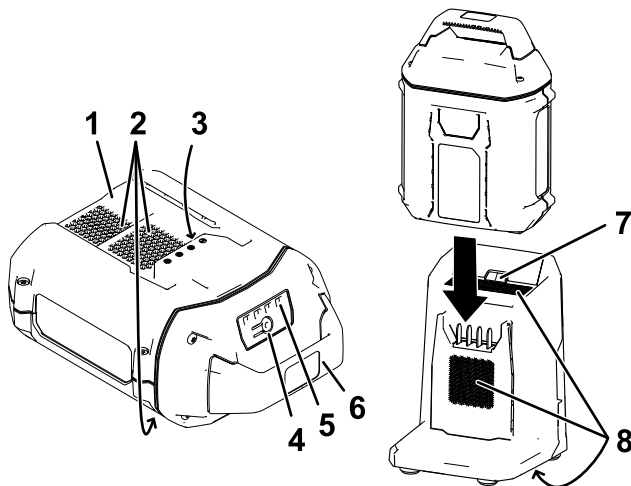

Bild 2
2. Fluchten Sie das Loch im Akkupack (Bild 2) mit der Zunge am Ladegerät aus.
3. Schieben Sie das Akkupack in das Ladegerät, bis es einrastet (Bild 2).